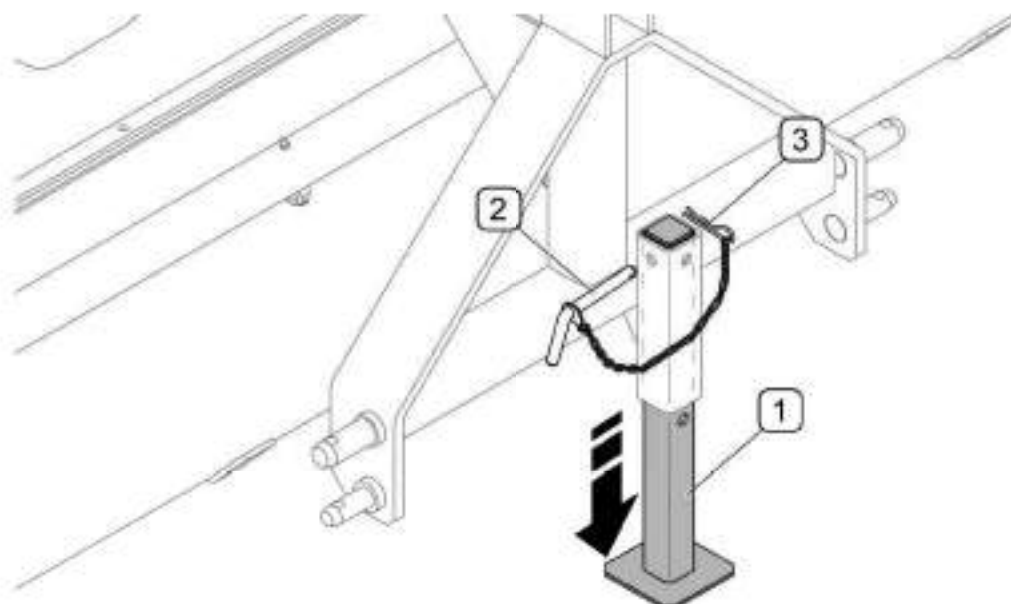

РИСУНОК 4.12А **Стойночная опора**
- Опустить стояночную опору (РИСУНОК 4.12А) и установить на нужной высоте